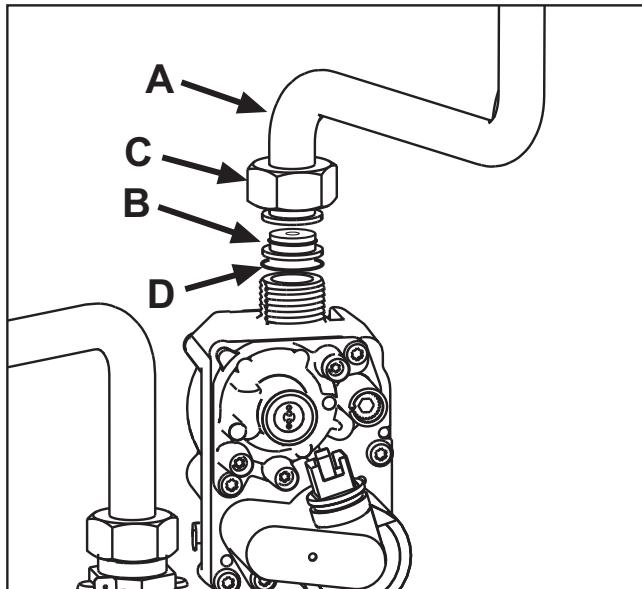

рис. 22
4. Открутить колесико С и вынуть газовую трубу А из газового клапана (см. рис. 22).
5. Заменить форсунку В, вставленную в газовую трубу, на форсунку, входящую в комплект для переоборудования на другой вид газа, вставив прокладку D (см. рис. 22).